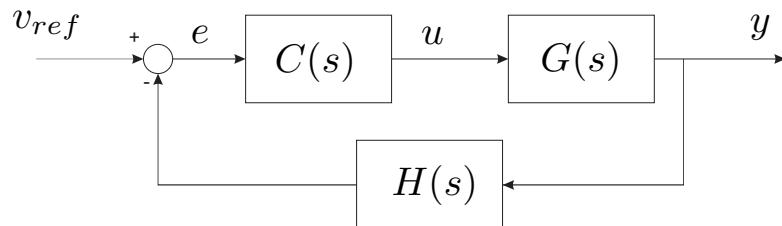

Figura 5: Diagrama de retroacção para controlo de velocidade. Ganho de retroacção não unitário.
5) Mantendo o controlador PI, considere que o sensor de velocidade tem dinâmica $H(s)$ (ver figura 5). Calcule o erro $e_2 = y - v_{ref}$ na resposta ao escalão em regime estacionário para os seguintes casos: i) $H(s) = 0$, ii) $H(s) = 1.1$, iii) $H(s) = p/(s + p)$ onde $p = 10/T_i$ ou $p = 1/T_i$. Comente a influência de $H(s)$ sobre as especificações em regime permanente e transitórias indicadas na alínea IV.4).